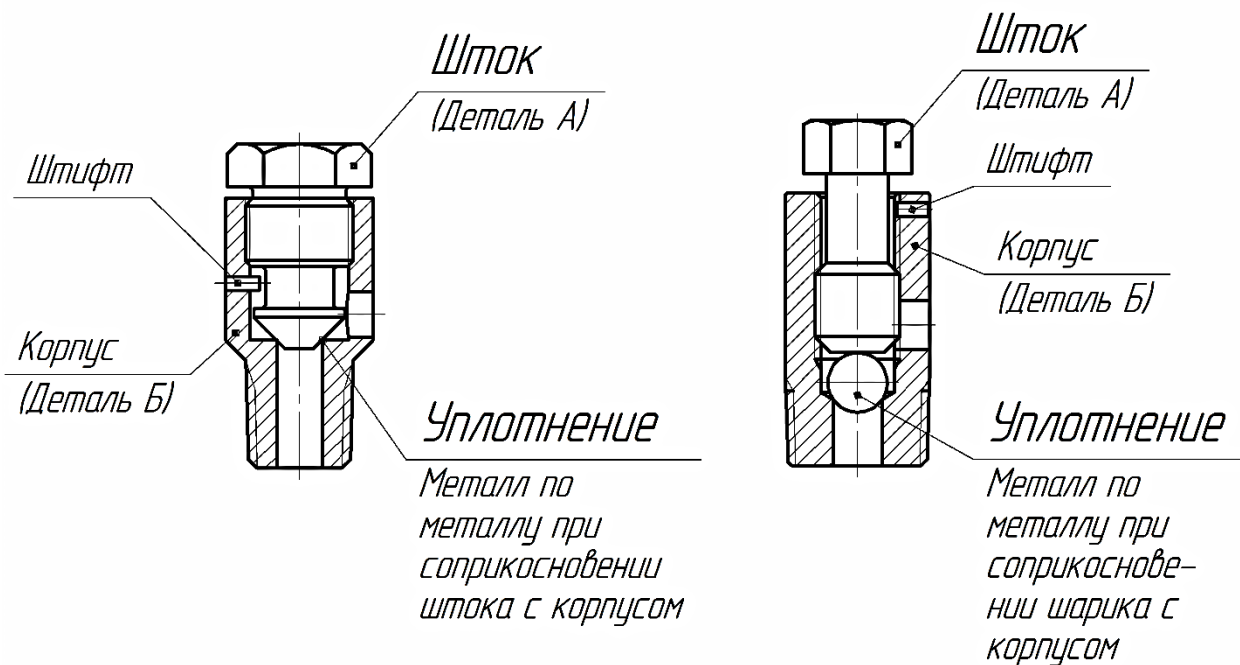

Рисунок 2 – Дренажная пробка
2. Соответствующим гаечным ключом на дренажной пробке (см. Рисунок 2) слегка приоткрыть шестигранный шток (деталь А), который ввинчен в шестигранный корпус (Деталь Б) большего размера. Если рабочая среда газ, то прислушаться к звуку выходящего газа. Когда звук начнет утихать, вывернуть шестигранный шток еще на половину оборота до тех пор, пока звук не прекратится совсем. Если рабочая среда - жидкость, то сброс давления контролируется визуально по напору. Далее для выпуска имеющейся внутри жидкости/газа деталь А может быть медленно выкручена до упора. Шаровые краны также могут оснащаться вентиляционной пробкой. Вентиляционная пробка должна выкручиваться по правилам, описанным выше для дренажной пробки, после полного сброса давления из корпуса.